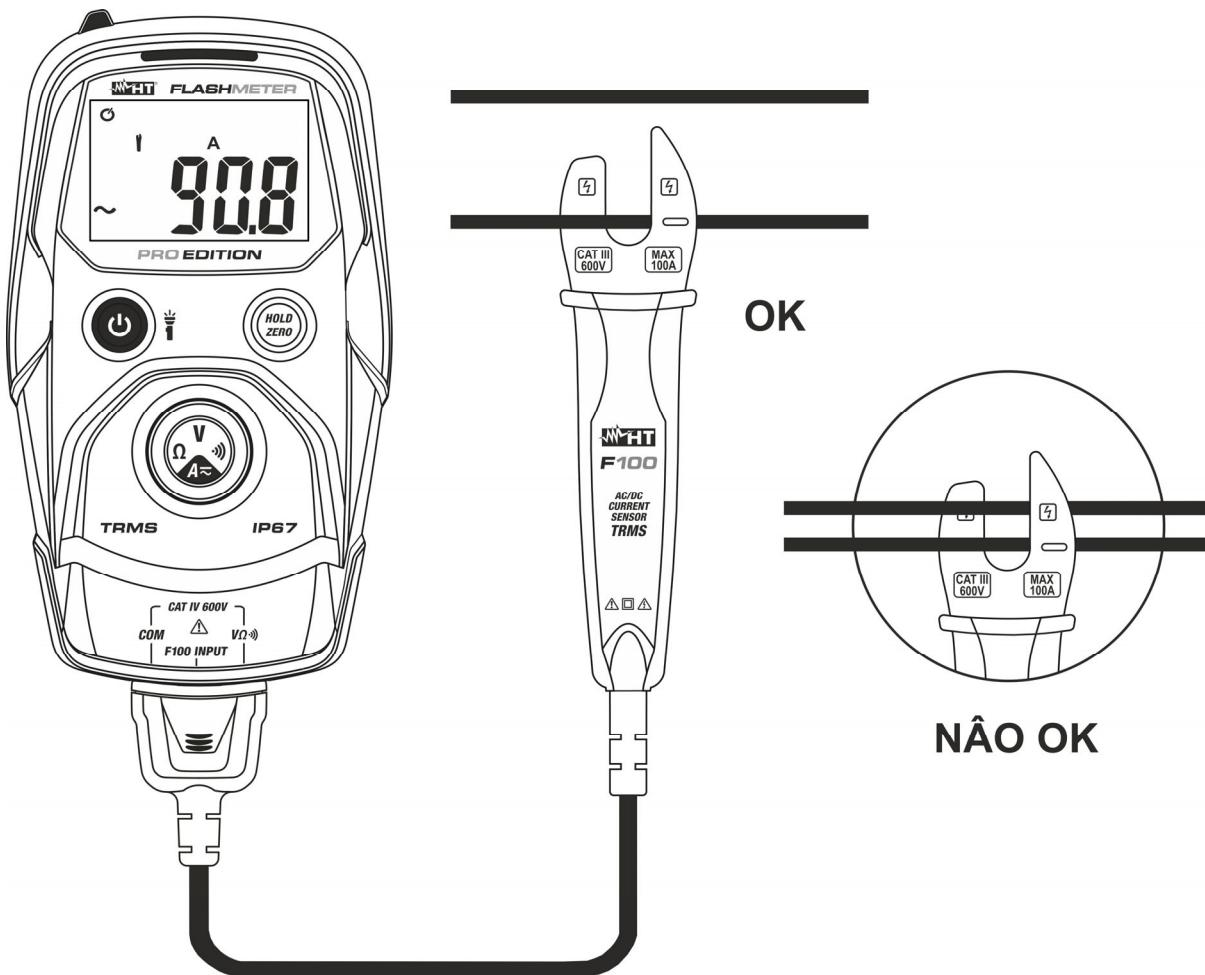

Fig. 7: Uso do instrumento para a medição de Corrente CA/CC
- Conecte a pinça F100 ao condutor em teste (ver Fig. 7) prestando atenção no símbolo da seta " \rightarrow " dentro do toróide para indicar o sentido positivo da corrente e posicionando no centro do mesmo para obter uma medição precisa. O valor atual é mostrado no display
- A visualização do símbolo "**-**" no display do instrumento indica que a tensão tem sentido oposto em relação à ligação da Fig. 7